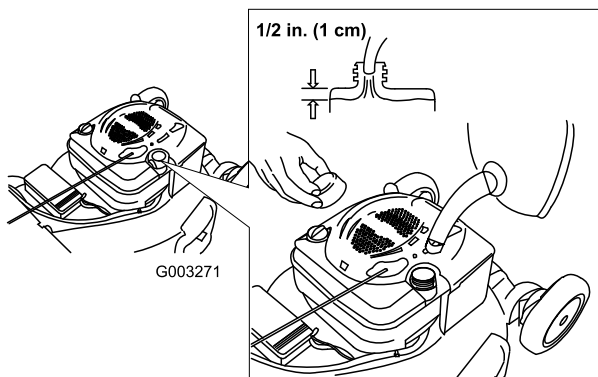

Bild 9
**Hinweis:** Füllen Sie den Kraftstofftank mit frischem, bleifreiem Normalbenzin von einer angesehenen Tankstelle (Bild 9).